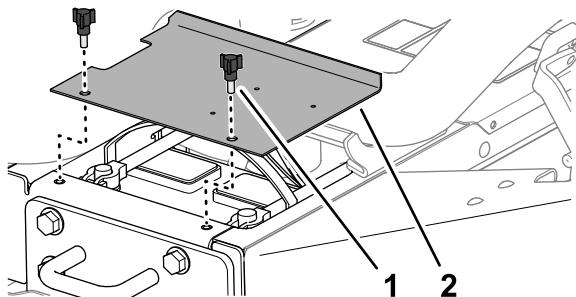

Figura 52
- Rilasciate i fermi sul lato sinistro e sul lato destro del cofano (Figura 52).